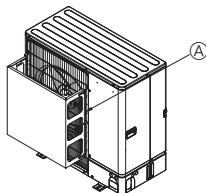
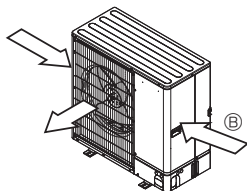

Fig. 2-4
Fig. 2-5
- ② Montera en extra luftledare om enheten installeras på en plats där kraftig vind från tyfoner osv kan komma direkt in i luftutblåset. (Fig. 2-4)
- ③ Luftledare
- ④ Placera om det går enheten så att luftutblåset blåser vinkelrätt mot den säsongsbetingade vindriktningen. (Fig. 2-5)
- ⑤ Vindriktning